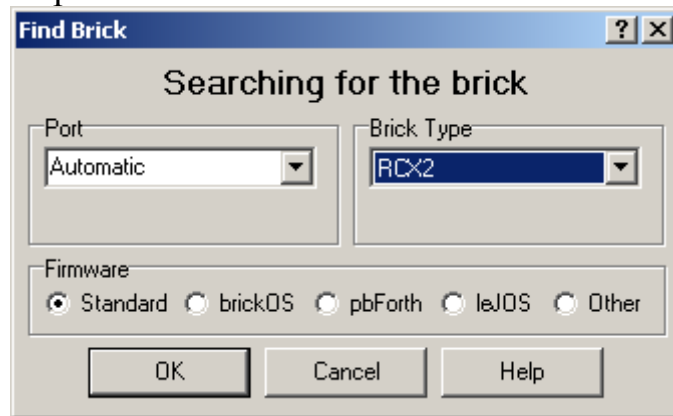

Рис.4
- Запустите Brick Command Center. При этом появится окно (рис.4) поиска «кирпичика» RCX2.